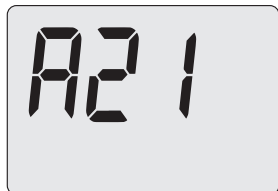

Figura 5.31
- Premere il tasto 13 fino a far apparire sul display LCD codice **A21**, indicante l'entrata nel "parametro A21" (Figura 5.31).
- Premendo il tasto 13 o 14 (Figura 5.28) si ottiene la conferma del valore inserito e si ritorna alla lista parametri (Figura 5.31).